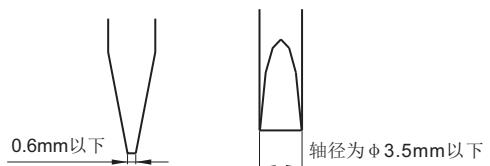

图2
• 接线时，请使用如图2所示的螺丝刀：
一字型螺丝刀：见图2